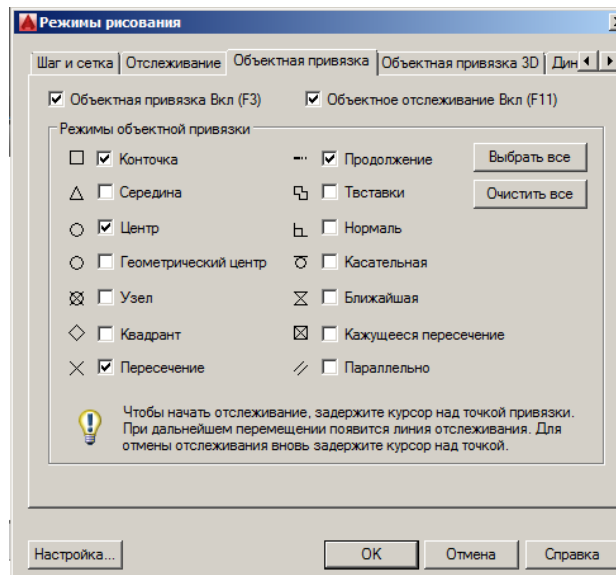

Рис. 5
- на вкладке «Объектная привязка» (Рис. 5) диалогового окна «Режимы рисования» выбрать необходимые режимы объектной привязки (Таблица 2);